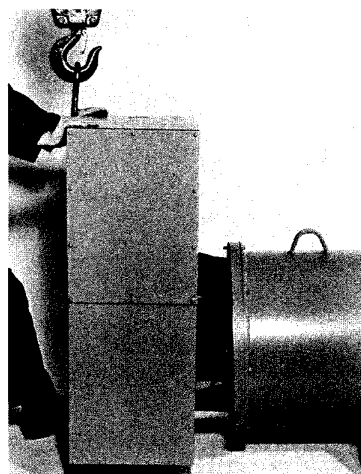

FIGURA 6-7
4. Quite la caja de conducto. (Figura 6.7)